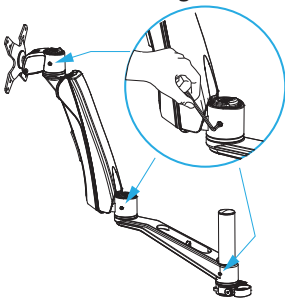

Abbildung 19
1. **Lösen** oder **ziehen** Sie die **Spannschraube**(n) mit dem **Inbusschlüssel** fest. (Abbildung 19)